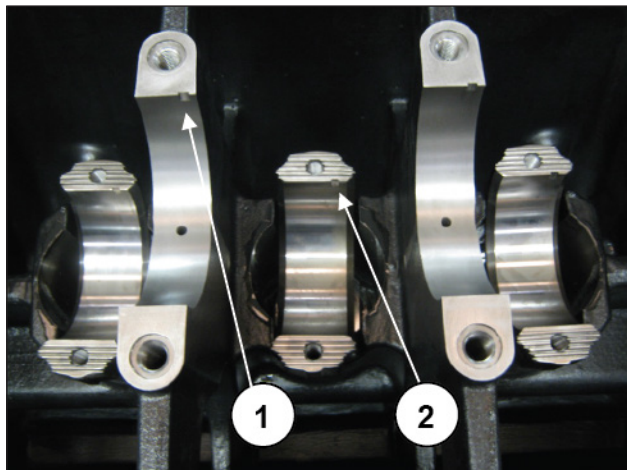

Fig. 96
Para montar correctamente los semicojinetes de bancada y de biela, las lengüetas de referencia deben encajar en sus alojamientos (pos. ①, ②, Fig. 96).